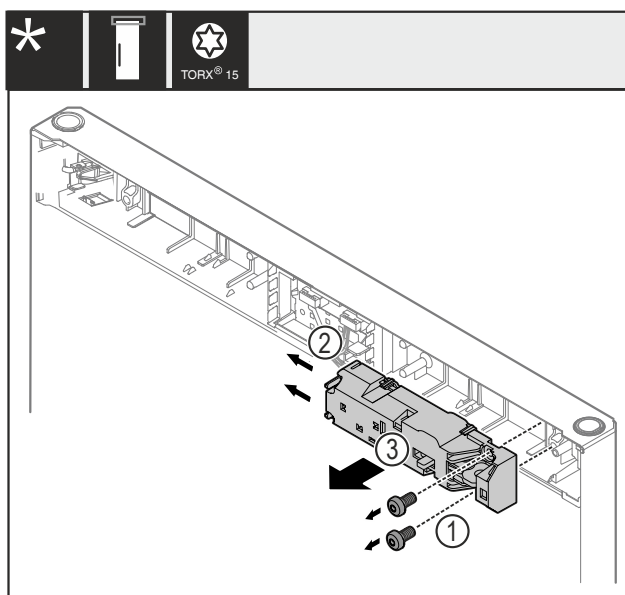

Fig. 21
- Odstranite vijake Fig. 21 (1).
- Zaklepni zatič Fig. 21 (2) potisnite v stran in snemite daljinsko ključavnico Fig. 21 (3).